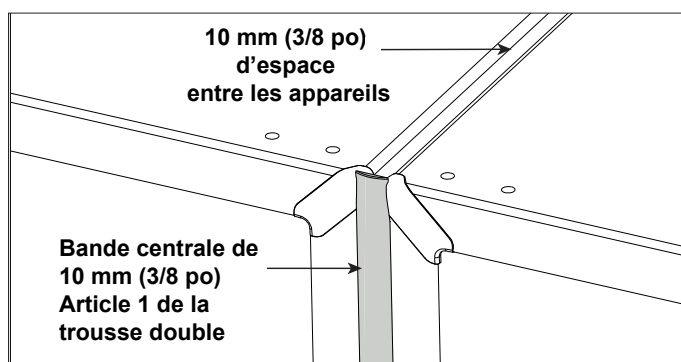

Figure 6
- b. Installez la bande centrale qui permet de s'assurer de toujours avoir un espace de 3/8 po entre les deux appareils. (Voir la Figure 6).